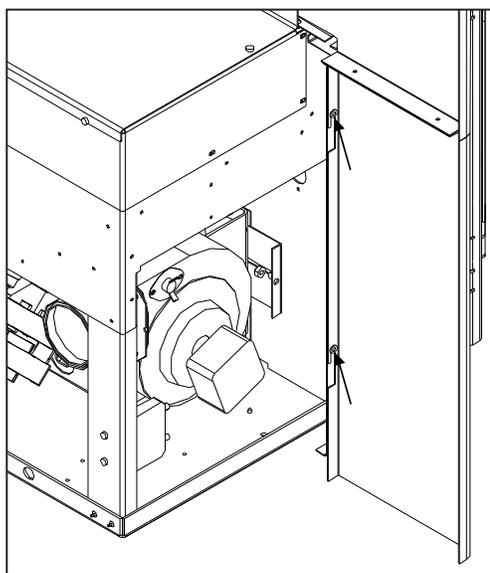

Figure 41: panneau de contour installé
2. Placez le panneau surround assemblé autour du poêle; aligner les fentes avec les têtes de vis. Poussez surround dans puis vers le bas pour engager les fentes surround sur les vis de montage (voir la figure 41). Assurez-vous que le panneau surround haut repose à plat derrière le dessus de la cuisinière.